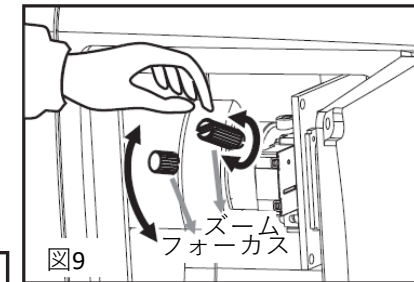

図9
- ④図9にしたがいレンズのズーム調整レバー、フォーカス調整レバーを動かしてズーム位置、フォーカスの調整をします。